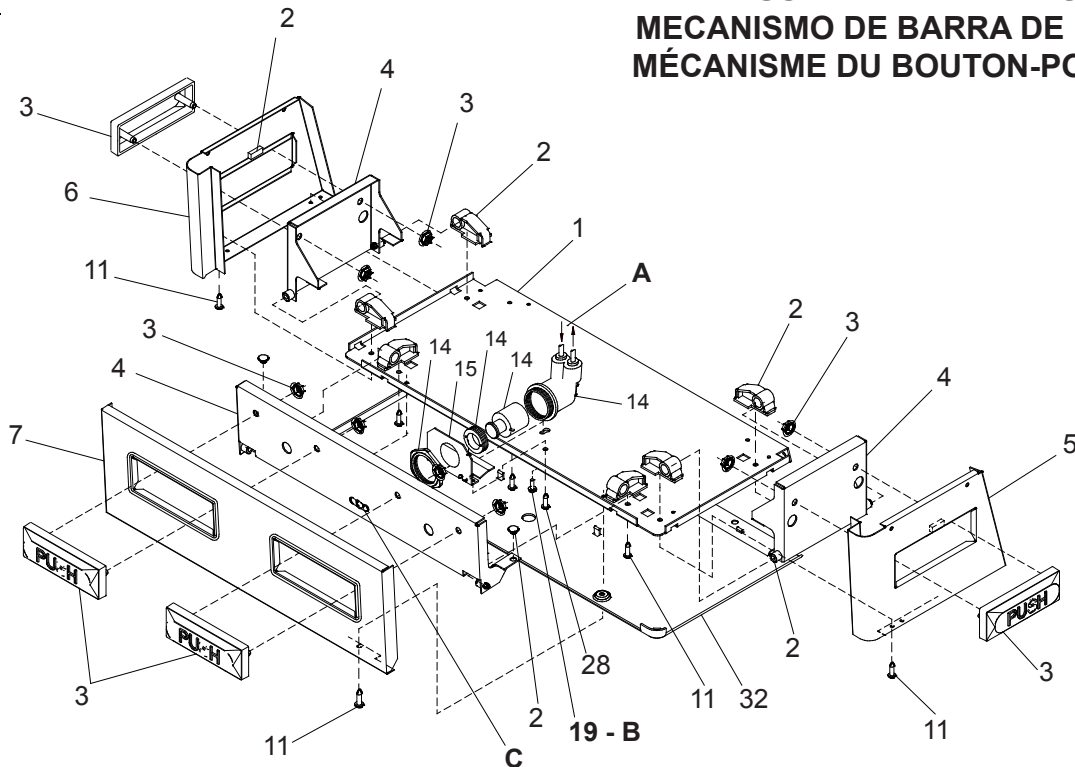

FIG. 5
See Fig. 5 for Push Bar Mechanism
Vea la Fig. 5 para el Mechanisme de la Barra de Empuje
Voir Fig. 5 pour le Mechanisme de Barre-poussoir
- 8) Stream height is factory set at 35 PSI. If supply pressure varies greatly from this, adjust screw, accessible by removing front push panel (Item 7, Fig. 5). CW adjustment will raise stream and CCW adjustment will lower stream. For best adjustment, stream should hit basin approximately 6-1/2" (165mm) from bubbler.
- 9) Replace the front panel and secure by retightening four (4) screws.
- 8) Le niveau d'écoulement est réglé en usine à 35 PSI. Si la pression varie beaucoup de ce point, ajustez la vis que l'on peut atteindre en retirant le panneau avant (article 7, fig.5). Si vous ajustez dans le sens des aiguilles d'une montre, le jet augmentera et dans le sens contraire, le jet diminuera. Le meilleur ajustement est lorsque le jet frappe le bassin à environ 6-1/2" (165mm) du barboteur.
- 9) Remplacez le panneau avant et fixez le en place en resserrant les quatre (4) vis.